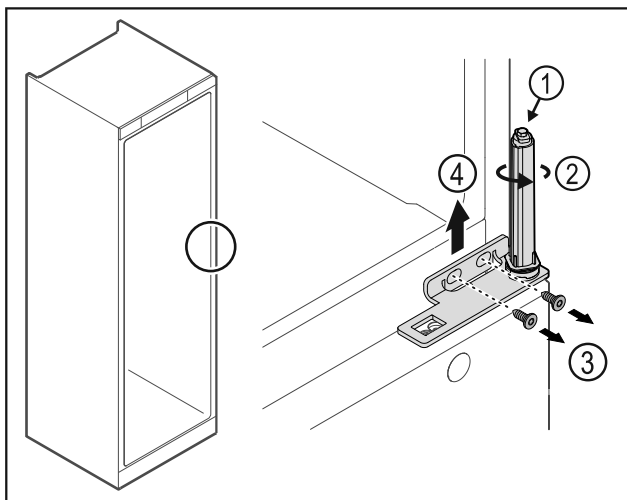

Fig. 32
- ▶ Ne szedje szét az ajtó zárrendszert Fig. 32 (1).
- ▶ Forgassa el a zárrendszert Fig. 32 (2), amíg az be nem kattann.
- ▶ Oldja ki a csavarokat Fig. 32 (3), majd felfelé vegye le a csuklópántot Fig. 32 (4).